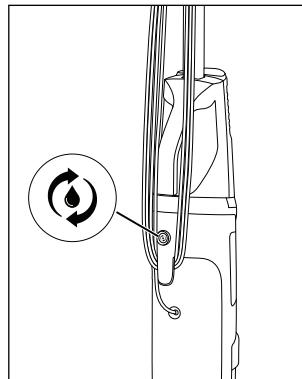

Fig. 32
- ♦ Appuyez sur l'interrupteur autonettoyage  **15** (voir fig. 32).